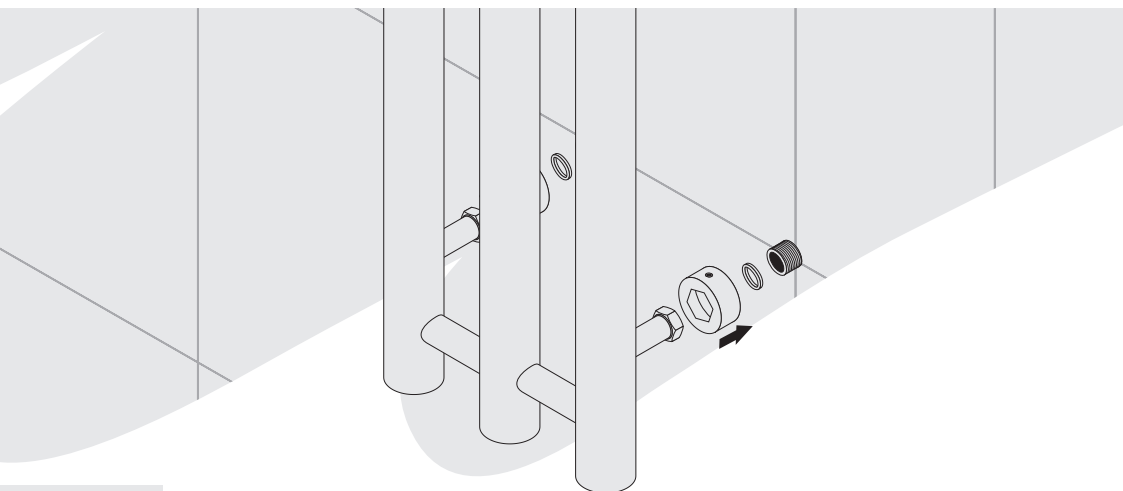

Рис.5
6.8. Произведите **финальный монтаж**: вместе с надетыми декоративными отражателями надкрутите накрывные гайки на установленные эксцентрики, используя силиконовые прокладки для герметизации соединения (**рис. 5**).